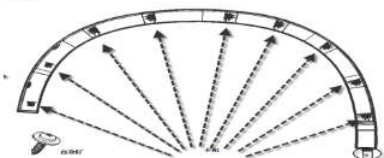

图 6-3-2 后轮眉的拆卸示意图
- (1) 将轮眉与左右后轮挡泥板共用的自攻钉用十字起拆下，位置如图 6-3-2 所示；
- (2) 剩下为卡脚和卡扣配合，由靠近保险杠位置开始拆卸，依次往外方向(垂直车门方向)拉出；